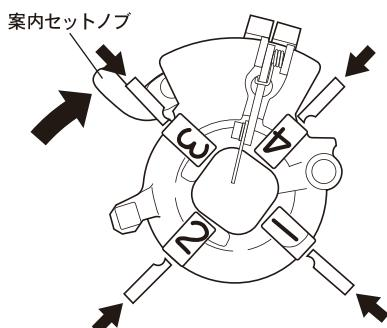

図9
- ①ダイヘッドをチェーザの取外した状態にします。
- ②ダイヘッドの3番と4番の溝番に同じ番号のチェーザをチェーザノッチにはまりこむまで差し込んでください。
- ③次にダイヘッドを起こして1番と2番のチェーザを同じ溝番に差し込んでください。
- ④案内セットノブを図9の矢印の方向に回してください。チェーザは中心に向って入っていきます。もしチェーザが入らないときはチェーザを少し上下に動かしもう一度繰り返してください。